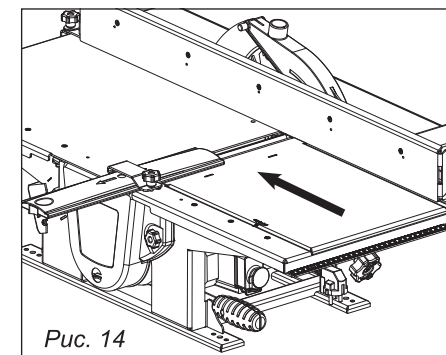

Рис. 14
7.2.4. Установка и настройка линейки (рис. 14)